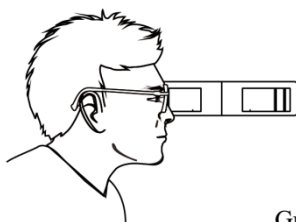

Fig.9a
- b. L'opticien effectue l'inspection debout à côté du candidat, et celui-ci est de préférence situé à contre-jour. Placez l'instrument au niveau horizontal (voir Fig.9a) et ciblez la marque de guidage au sommet de la cornée du sujet testé.